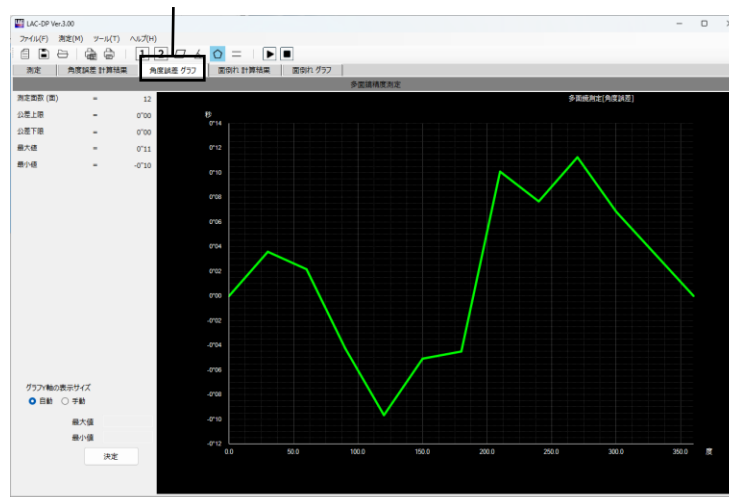

図 5-6-7
5.6.2で行った計算結果を[角度誤差 グラフ]で表示します。多面鏡精度測定画面の[角度誤差 グラフ]タブをクリックすると「角度誤差 グラフ」が表示されます(図5-6-7)